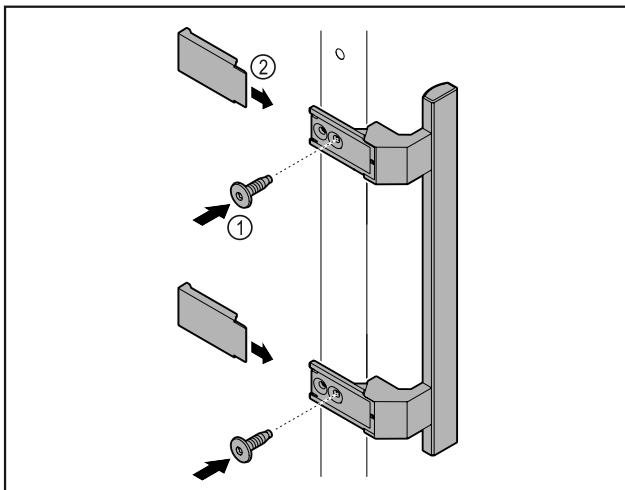

Fig. 7
- ▶ 用随附的螺钉 Fig. 7 (1) 将附件包中的把手安装到门上。
- ▶ 安放盖板 Fig. 7 (2)。